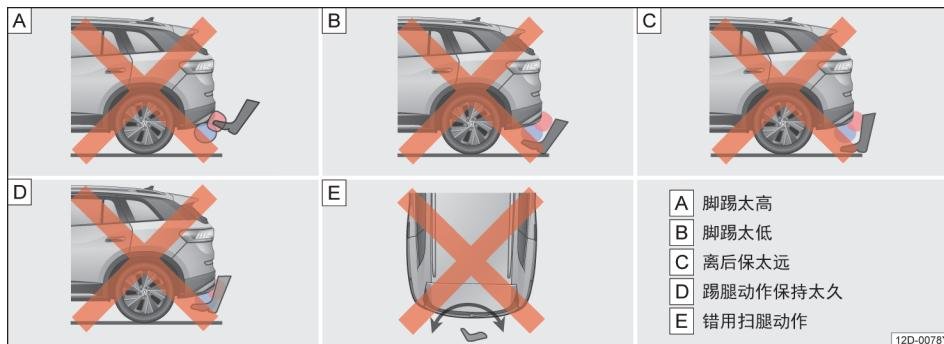

图 55 脚踢激活感应式行李厢盖开启或关闭的错误动作示范
- 2、脚踢太高、太低或是离后保太远→ 图 55
- 3、踢腿动作在后保下保持太久（超过 1 秒）→ 图 55 【D】
- 4、使用错误的踢腿动作（比如：来回扫腿）→ 图 55 【E】